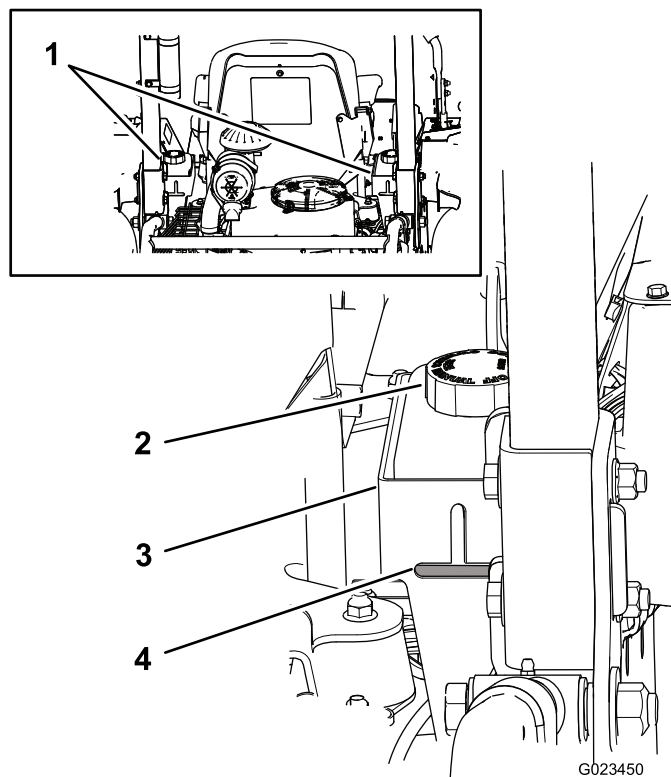

Figura 18
I serbatoi della macchina sono riempiti in stabilimento con fluido idraulico di alta qualità. Il momento migliore per controllare il fluido idraulico è quando è freddo. La macchina deve essere in configurazione da trasporto. Se il livello del fluido è inferiore alla parte superiore della sezione orizzontale della spia di livello sulla parte posteriore dei serbatoi idraulici (Figura 18), aggiungete fluido fino a raggiungere un livello accettabile. **Non riempite troppo i serbatoi.** Se il livello del fluido è nella parte superiore della sezione orizzontale della spia di livello, non sono necessarie aggiunte. Il fluido sostitutivo consigliato è:
Nota: Il livello del fluido dovrebbe essere nella parte bassa di ciascuna fessura, come illustrato nella Figura 18.
- A. Pulite attorno ai tappi dei serbatoi del fluido per impedire l'ingresso di corpi estranei nell'impianto (Figura 18).